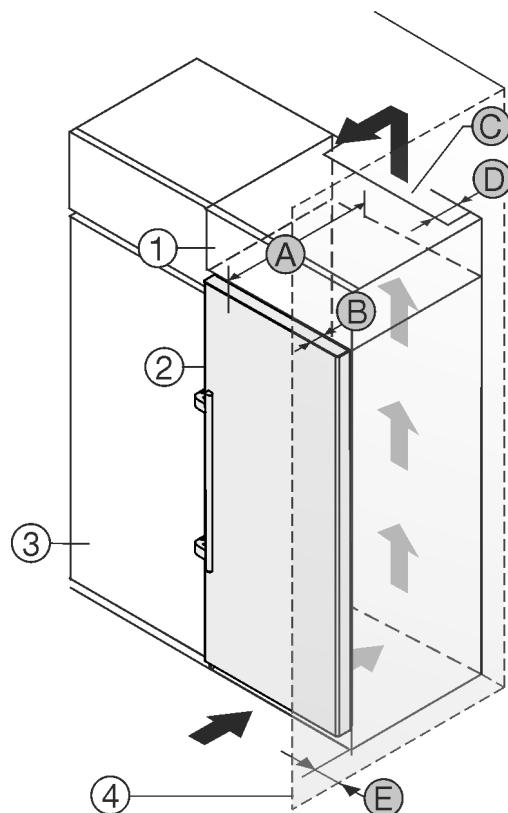

Fig. 2
- (1) Шафа для встановлення на пристрій *
- (2) Пристрій *
- (3) Кухонна шафа *
- (4) Стінка *
- (A) Глибина пристрію *
- (B) Глибина дверей *
- (C) Вентиляційний зазор *
- (D) Відстань задня сторона пристрію *
- (E) Відстань до сторони пристрію *
Ви можете встановити пристрій безпосередньо поряд із кухонною шафою Fig. 2 (3).*
Зі зворотного боку шафи для встановлення на пристрій слід передбачити вентиляційну шафу завглишки Fig. 2 (D) на всю ширину цієї шафи.*
Слід дотримуватись вентиляційного отвору Fig. 2 (C) в стелі приміщення.*
Якщо пристрій із шарнірами встановлюється поряд зі стіною Fig. 2 (4), відстань між пристроєм та стіною повинна бути не менше 57 мм. Це відповідає необхідній відстані для ручки після відкривання дверцят.*
Щоб мати можливість повністю відкривати дверцята, потрібно, щоб пристрій виступав на відстань глибини дверцят Fig. 2 (B) відносно передньої панелі кухонної шафи. Залежно від глибини кухонних шаф Fig. 2 (3) та використання пристінних розпірок пристрій може ще більше виступати вперед.*